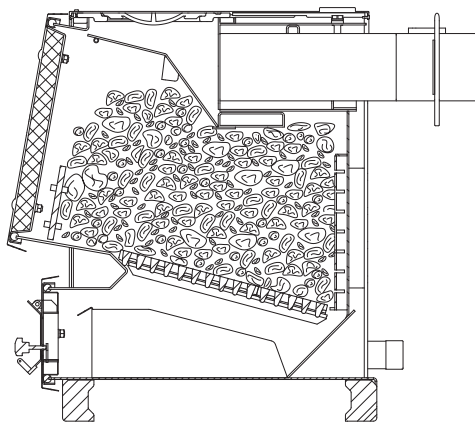

Рис. 6 Схема загрузки котла
- Добавьте очередную порцию топлива, когда разгорится первый слой основного топлива, равномерно распределить его по всему объему в соответствии **Рис. 6**;